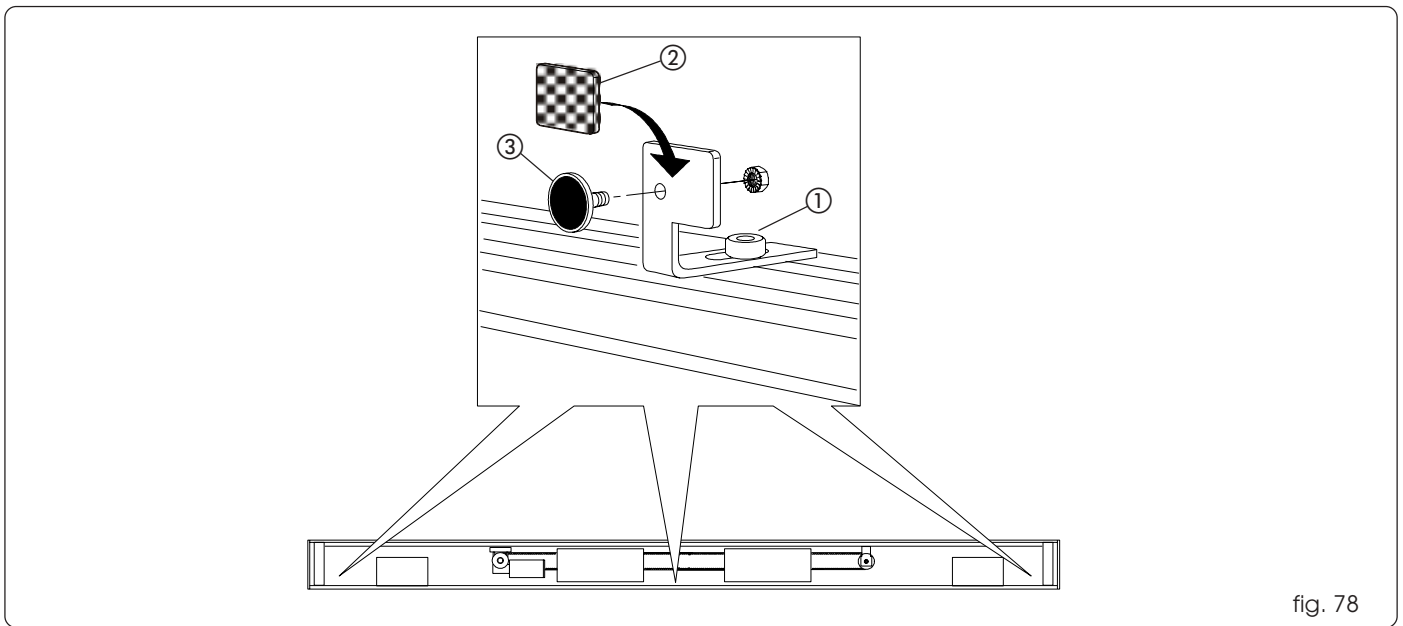

fig. 78
Monteer de drie bevestigingsbeugels van de kap met de meegeleverde schroeven (fig. 78, ref. ①).
Als er standaard accessoires worden gebruikt voor bevestiging van de kap, moet het klittenband worden aangebracht op de bevestigingsbeugels (fig. 78, ref. ②).
Als er lx accessoires worden gebruikt voor bevestiging van de kap, moeten de magneten worden aangebracht op de bevestigingsbeugels (fig. 78, ref. ③).